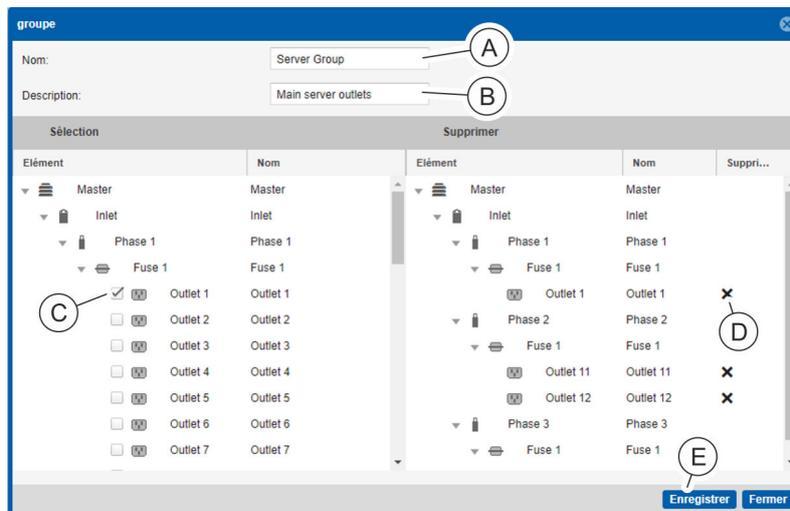

Fig. 112 : Fenêtre « Groupe »
⇒ La fenêtre « Groupe » s'ouvre (Fig. 112).
4. Dans la fenêtre « Groupe », ajouter une désignation (Fig. 112 /A) et, si nécessaire, une description (Fig. 112 /B) pour le groupe.
5. Sélectionner les prises dans la colonne de gauche en cochant les cases correspondantes (Fig. 112 /C).
6. Si nécessaire, supprimer des prises en appuyant sur le bouton **x** (Fig. 112 /D) dans la colonne de droite.
7. Appuyer sur le bouton « Enregistrer » pour enregistrer un groupe de prises (Fig. 112 /E).